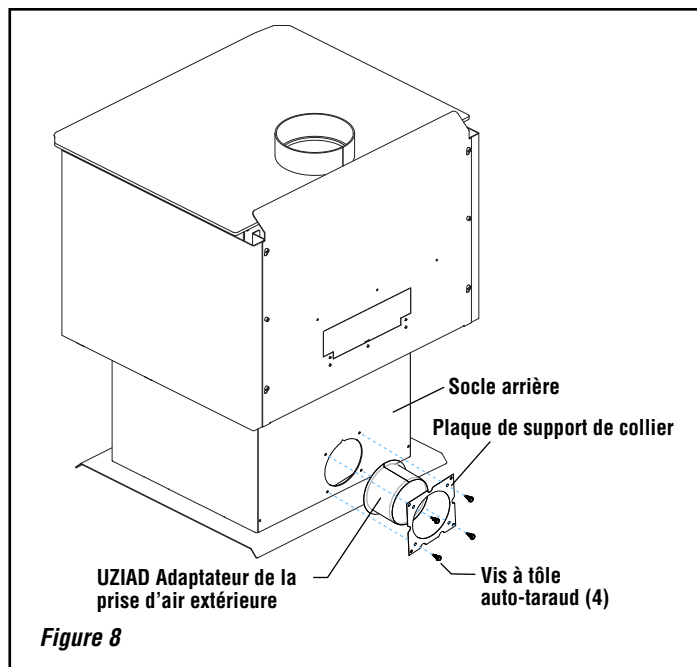

Figure 8
1. (Installations en maison préfabriquée) Fixer le poêle au sol en suivant les instructions de la **figure 8** à la **page 11**.
2. Installer le socle arrière comme illustré à la **figure 8**.
- Col avec support de col :** Centrer le collier de 4 po de diamètre sur l'orifice d'admission d'air, puis le fixer avec le support de collier à l'aide des quatre (4) vis Tek de 5/8 po fournies, en alignant la plaque sur les trous de capture de l'unité. Dans certains cas, les trous de capture ne sont pas percés; dans ce cas, utiliser les vis Tek pour commencer les trous directement (**Figure 8**).
4. Installation des conduits et registre d'air (voir **figures 8 à 12**) - l'ensemble d'air extérieur peut être installé selon les exigences suivantes:
- b) Le registre d'admission d'air ne doit pas être installé à plus de dix (10) pieds (3050 mm) au-dessus de la base du poêle.
- Installer la prise dans la buse existante du poêle (see **figure 8**).